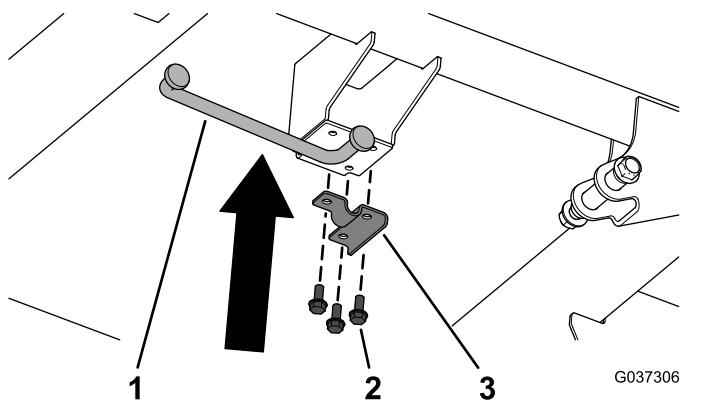

Figure 8
- Fixez le support en U de la béquille et la béquille sur le plateau de chargement en acier à l'aide de 3 vis à embase ($\frac{5}{16}'' \times \frac{3}{4}''$), comme montré à la Figure 8.